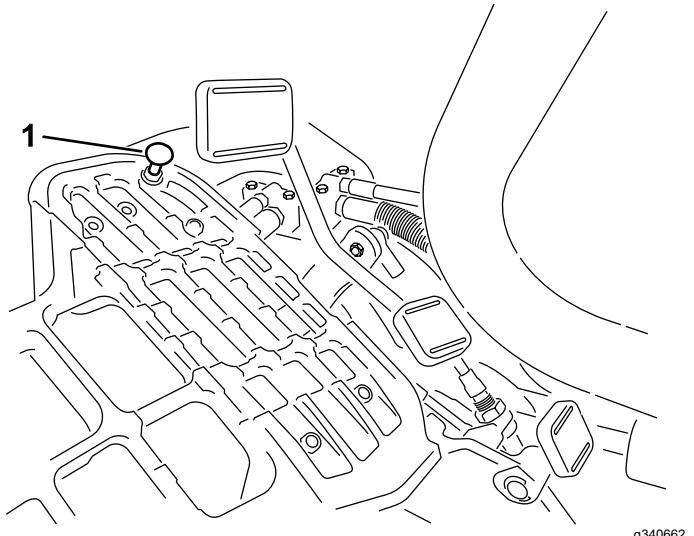

Figura 39
di TRASFERIMENTO e premete il pedale di trazione. Se il pedale tocca il fermo (Figura 39) prima che avvertiate la tensione sul cavo, effettuate la seguente procedura di regolazione:
1. Spostate la leva di comando delle funzioni in posizione di TRASFERIMENTO e allentate il dado di bloccaggio che fissa il fermo del pedale alla piastra di appoggio (Figura 39).